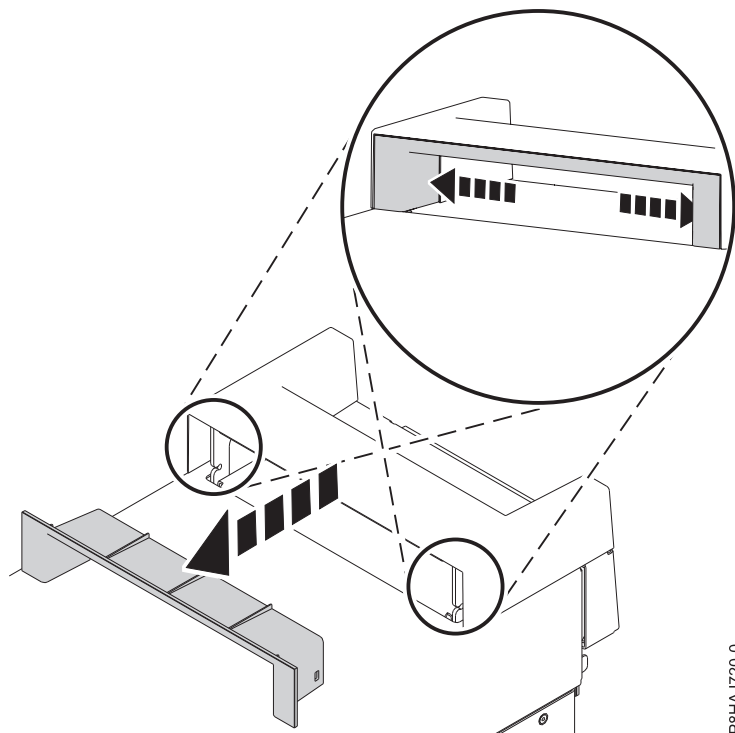

図 58. 8286-41A スタンドアロン・システムのハンドル・カバー内の断片の取り外し
1. 内側のラッチをしっかり押してスライドさせて出すことで、ハンドル・カバーの内側にあるプラスチック片を取り外します。 111 ページの図 58 を参照してください。